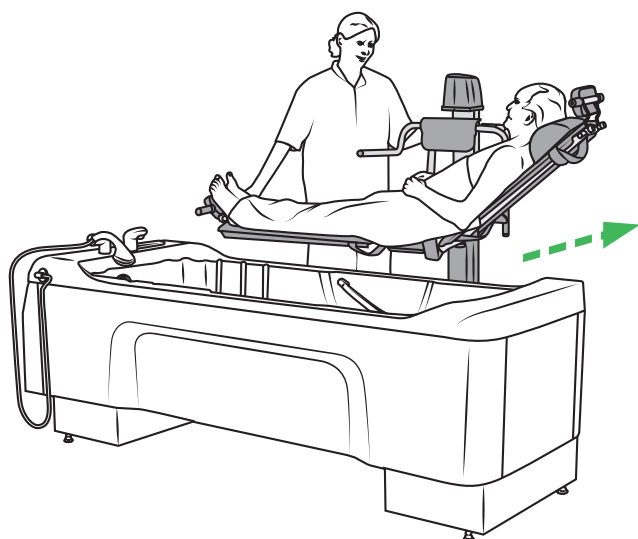

Figure 50
4. Tirer manuellement le brancard élévateur de bain sur le côté de la baignoire Classic Line 2. Voir la section Figure 50.